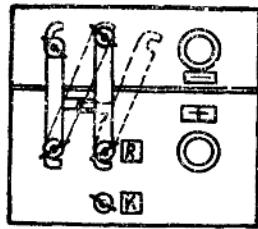

图 1-12 DP320 型电焊机连接板接线法
(1) 粗调节。变换连接板的位置如图 1-12 所示。如果连接板在实线位置时，所有的激磁绕组内部有电流通过，因此焊接电流较大(约 50~320 A)。连接板在虚线位置时，电流通过激磁绕组的圈数较少，所以焊接电流变小(约 35~50 A)。